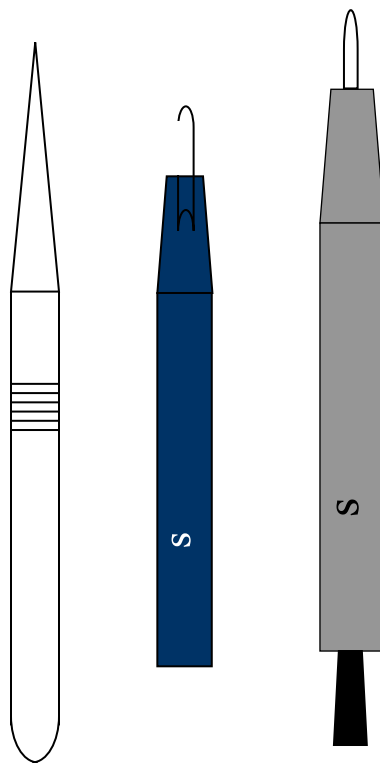

图1: 工具的准备
1. 工具准备: 尖镊子 (自备)、带钩小棒 (附送)、带毛刷小棒 (附送), 见图1。